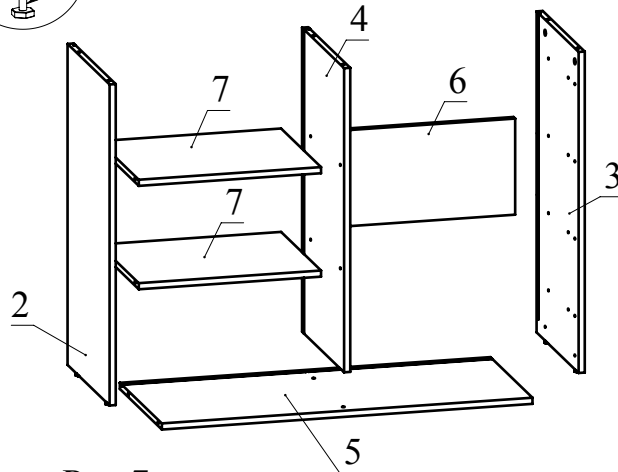

Рис.7
5. Соберите сборку согласно рисунку (Рис. 7), затягивая конфирматным ключом головки минификсов по часовой стрелке до упора. Соедините деталь 4 и 5 при помощи конфирматов (Рис. 7).